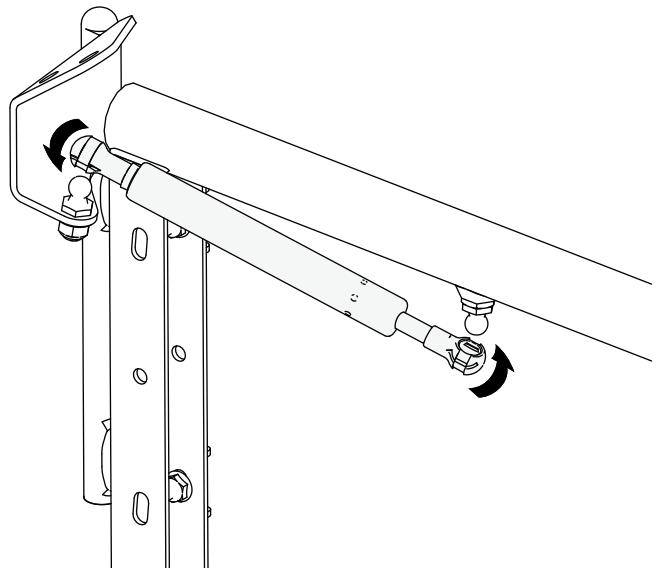

Figure 12
- Installez un vérin à gaz sur les goujons, comme montré à la Figure 12, en plaçant l'extrémité fixe sur la charnière supérieure.